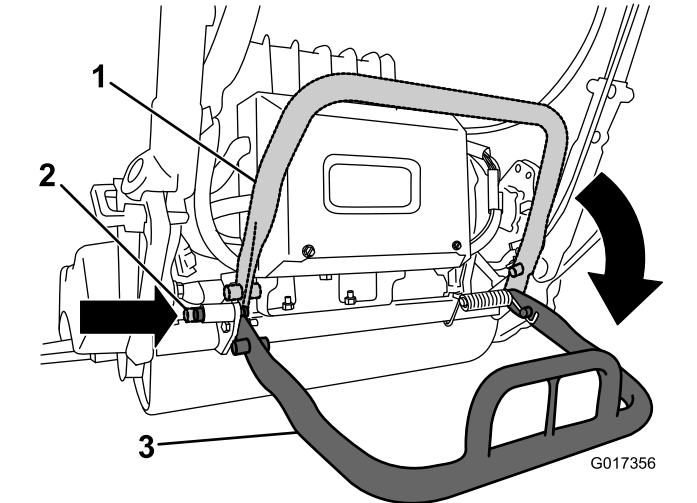

图29
- 要在拆卸滚刀时使用支撑架应降低支撑架并推入锁定销将支撑架锁定在维修位置 (图29)。